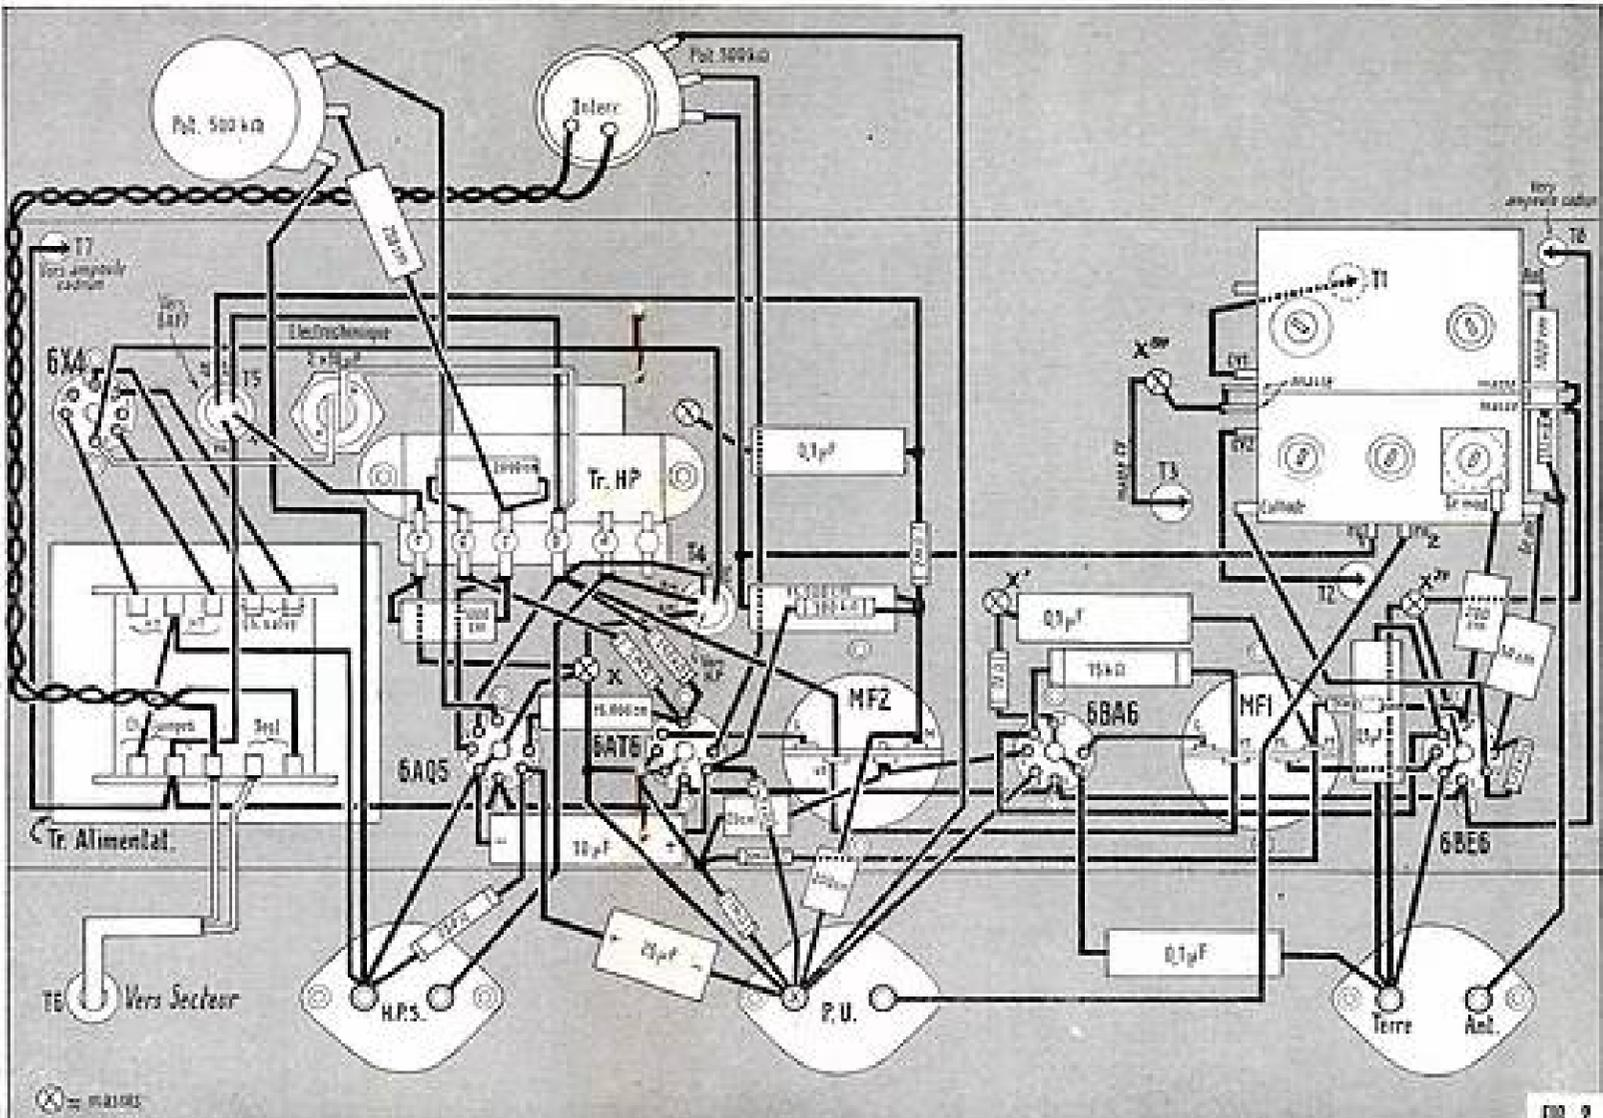

FIG. 2
Parmi les pièces nécessaires se trouve un châssis métallique qui sert de support à l'ensemble du montage. On commence le travail en y fixant les organes essentiels. Par l'examen des figures 2 et 3, on se rend facilement compte de l'emplacement et de l'orientation de ces pièces. On commence par les supports de lampes qui sont au nombre de cinq. Attention à l'orientation! Entre le support de la 6BE6 et celui de la 6BA6, on monte le premier transformateur MF, celui dont les enroulements sont les plus éloignés les uns des autres. Le second transformateur MF prend place naturellement entre le support de la 6BA6 et celui de la 6AT6. On notera que, pour avoir l'orientation logique qui est indiquée sur la figure 2, les noyaux de réglage doivent être accessibles de l'arrière du récepteur.
Si nous examinons le schéma de la figure 1, nous constatons que de nombreux points des circuits aboutissent à la masse. Cette masse est constituée par le châssis, et on peut réaliser ces points de masse par soudure directe sur la tôle, c'est d'ailleurs ce qui a lieu dans ce montage. La liaison se fera de préférence avec du fil nu étamé de forte section. Avec ce fil, on réunit une des coses de l'enroulement chauffage lampes, du transformateur d'alimentation, au point X du châssis (voir fig. 2). A ce point X on relie de la même façon: la cosse e du transformateur d'adaptation du haut-parleur, la cosse 4 et le blindage central du support de la 6AQ5, une des ferrures de la plaquette HPS et une des ferrures de la plaquette PU. A cette ferrure de la plaquette PU on relie avec du fil de masse: la cosse 4 et le blindage central du support de la 6AT6, la cosse 4 du support de la 6BA6 et une cosse extrême du potentiomètre de puissance. La ferrure Terre de la plaquette AT est reliée au point X". A cette ferrure on relie la cosse 4 et le blindage central du support de la 6BE6. Ce blindage est aussi réuni avec du fil souple au point X". D'un côté du bloc (voir plan de câblage) les deux coses de masse sont reliées en-
- 1 châssis selon figure 2.